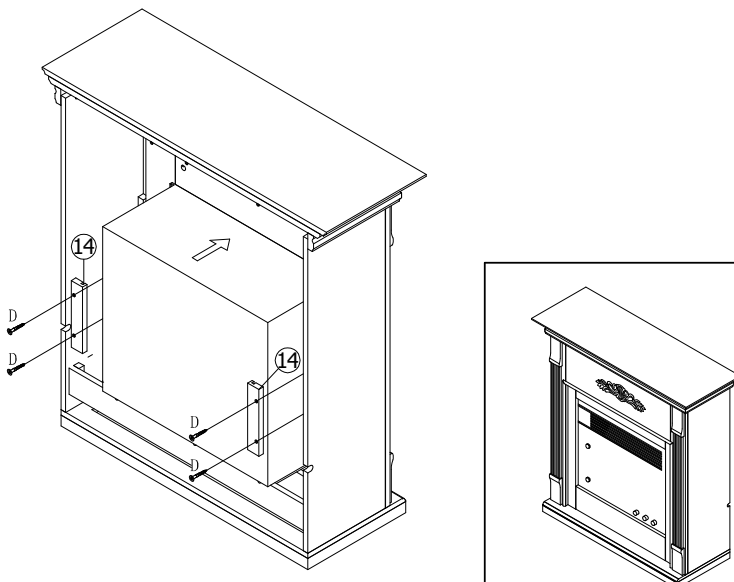

Figure 9
INSERT THE FIREBOX TO THE UNIT. MAKE SURE THE FIREBOX IS PRESSED TIGHTLY AGAINST THE ASSEMBLED UNIT. ATTACH THE WOOD HOLDERS (14) ON THE SIDES OF FIREBOX (15). INSERT 4PCS FLAT HEAD LONG SCREW (D) THROUGH PREDRILLED HOLES ON WOOD HOLDER (14) AND TIGHTEN INTO CORRESPONDING HOLES ON BACK OF LEFT AND RIGHT BACK PANELS (8). AS FIGURE 9 SHOWN.